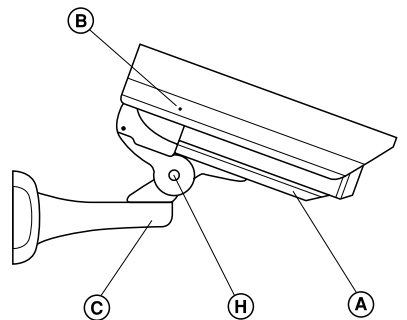

Fig. 4
7. Défoncer la membrane des presses-étoupes (E), qui seront utilisées. Il y a deux presses-étoupes pour les câbles avec diamètre 7~9mm et deux pour les câbles avec diamètre 9~12mm (Fig. 4).
11. Fermer l'ensemble dans la position désirées et fixer la rotule en utilisant les vis (C) et (H) en vous servant d'une clé hexagonale de 6mm (Fig. 4).
12. Refermer le caisson en suivant le sens inverse de l'ouverture. Repositionner le corps, brancher la mise à la terre, fixer le corps au fond, serrer la vis (A) de la glissière extérieure